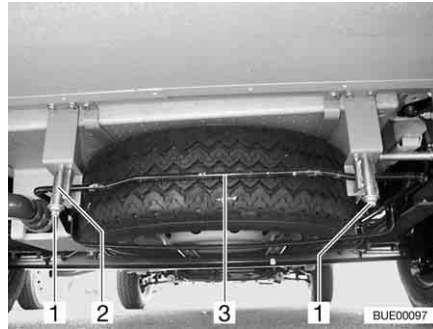

Bild 239 Reservhjulshållare
- Lossa muttrarna (Bild 239,1) lite på vänster och höger krok (Bild 239,2) på reservhjulshållaren.
- Tryck bygeln (Bild 239,3) lite uppåt. Dra samtidigt kroken nedåt och lossa bygeln.